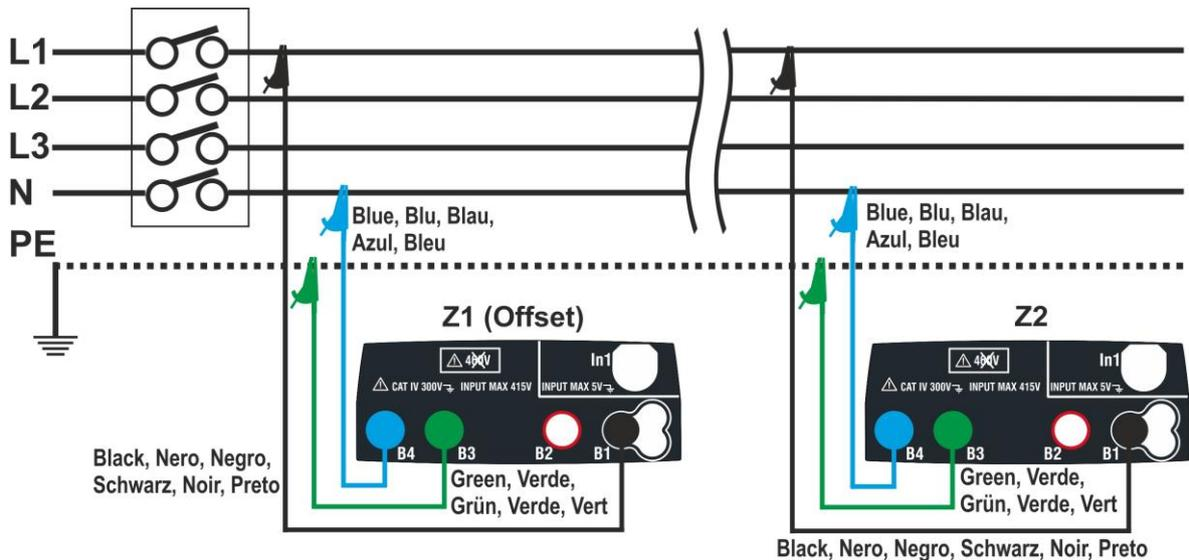

Fig. 34 : Connexion de l'instrument en mode mesure chute de tension L-N
6. Passez à l'étape 9 dans le cas du réglage manuel de la valeur de l'offset Z1. **En cas de NON configuration manuelle de la valeur de l'Offset Z1**, connecter l'instrument au point initial de la ligne principale du test (généralement en aval d'un dispositif de protection) selon les Fig. 34 ou Fig. 35 de manière à exécuter la première mesure d'impédance **Z1 (Offset)**. Dans ce cas, l'instrument va exécuter la mesure d'impédance en amont du point initial de la ligne principale du test, il prend comme référence de point de départ. L'écran suivant (concernant la mesure LL) est affiché
9. Connectez l'instrument au point final de la ligne d'essais conformément à la Fig. 34 ou Fig. 35 de manière à effectuer la mesure d'impédance à l'extrémité de la ligne **Z2**. L'écran suivant est affiché. On notera la présence d'une valeur d'affichage **Z1 (offset)** mesurée précédemment